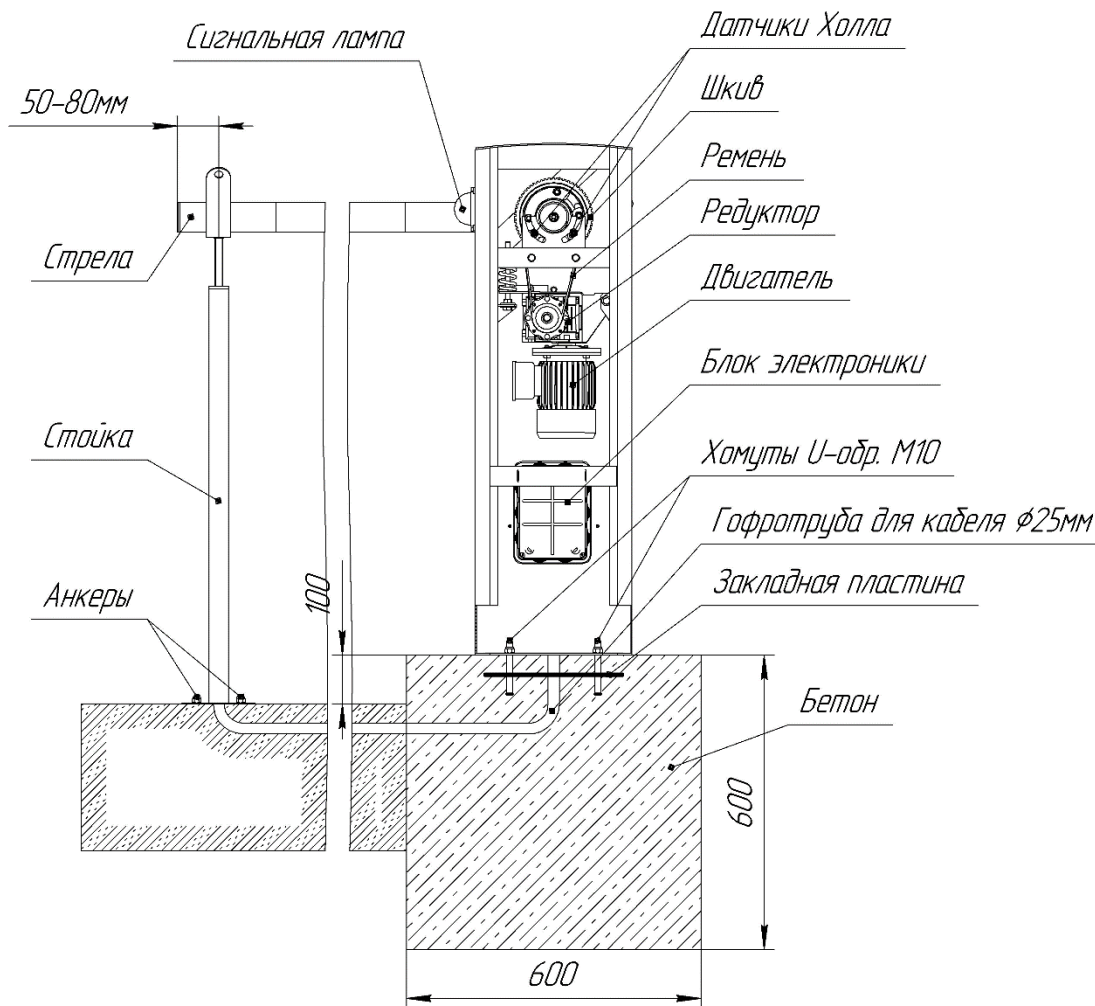

Рисунок 1
Шлагбаум следует установить на фундамент размером 600х600х600 из бетона марки не ниже М400. В процессе заливки фундамента необходимо в него установить монтажный комплект: закладную пластину и хомуты U-обр М10, при этом концы хомутов должны выступать над поверхностью фундамента своей резьбовой частью на высоту не менее 40 мм. Сам фундамент должен выступать над уровнем проезжей части не менее 100мм (см. Рис. 1, 2). После застывания фундамента тумба шлагбаума закрепляется на резьбовые части хомутов с помощью гаек М10 с кузовными шайбами М10.
На производстве шлагбаумы собираются в правостороннем исполнении (если смотреть со стороны крышки тумбы, стрела с права см. Рисунок 1, 2).
- \* Переставить балансировочную пружину с левого крепления на рычаге и зацепе на правое крепление (см. Рисунок 1).
Концевые выключатели настраиваются таким образом, чтобы при срабатывании выключателя рычаг останавливался на расстоянии 1-2 мм от упоров, расположенных на верхней поверхности корпуса шлагбаума, не касаясь их (см. Рисунок 1).
Сигнальная лампа подключается к разъему **X3**. Напряжение ~220В. Активируется при движении стрелы шлагбаума. Лампа крепится с боку корпуса шлагбаума (см. Рисунок 1)